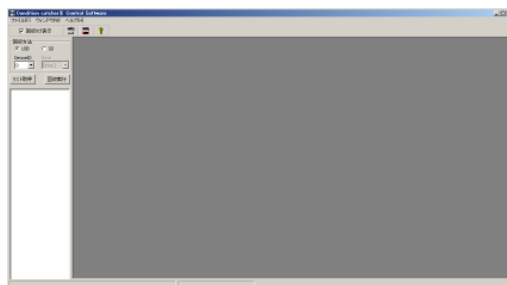

図 24. コントロール・ソフトウェアの初期画面
- ① 本体の入出力端子を結線し、電源を投入します。
- ② パソコン側のコントロール・ソフトウェアを起動すると、図 24 のような初期画面が表示されます。この画面のツールバーの『オンライン計測』ボタン  をクリックしてください。